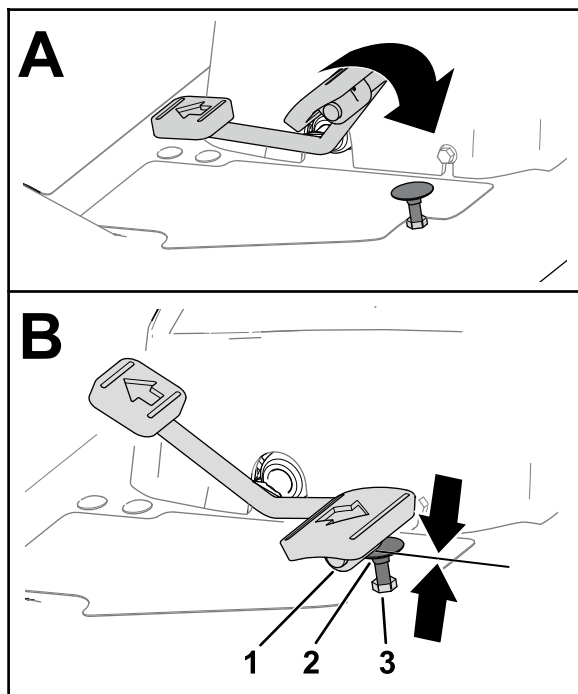
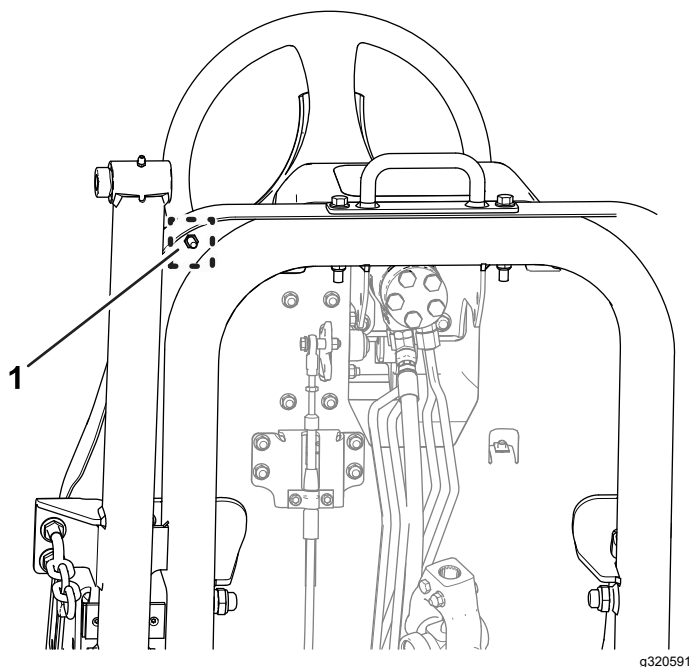

Figura 76
Figura 77
1. Pise el pedal de tracción a fondo (hacia adelante) (Figura 76).
- A. Sujete el tope del pedal de tracción (Figura 76) con una llave inglesa.
- B. Afloje la contratuerca situada por debajo de la placa del reposapiés (Figura 77).
- C. Mueva el pedal de tracción en la posición de velocidad máxima hacia adelante (Figura 76).
- D. Mientras sujeta el tope del pedal de tracción, ajuste la contratuerca situada encima de la placa del reposapiés (Figura 76) hasta que el pedal de tracción entre en contacto con el tope.
- F. Mientras sujeta el tope del pedal de tracción, apriete la contratuerca situada debajo de la placa del reposapiés (Figura 76 y Figura 77) a entre 37 y 45 N·m.